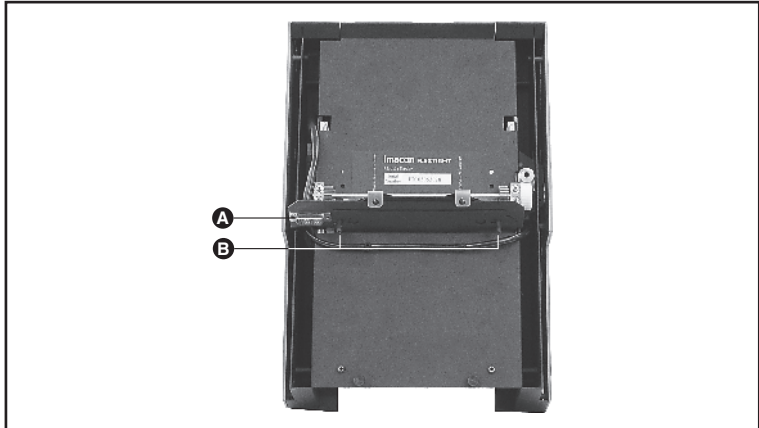

Abbildung 3: Rückseite der Stapelzuführung mit Elektroniksteckverbinder (A) und Befestigungsstiften (B).
8. Sehen Sie sich die Rückseite der Stapelzuführung genau an. Auf der Rückseite befinden sich ein Elektroniksteckverbinder (A) und zwei Befestigungsstifte (B) (siehe Abbildung 3 unten).